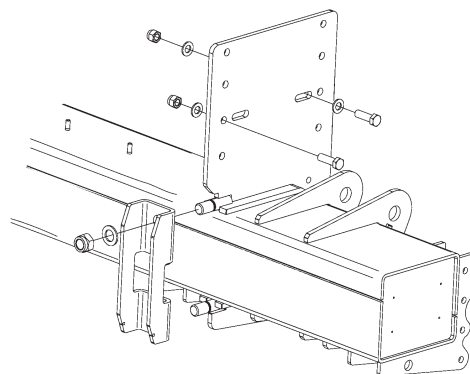

Bild 16. Montera U-profilen med tillhörande brickor och muttrar
8. Montera U-profilen med tillhörande brickor och muttrar utan att dra åt dessa. Skruva på muttrarna växelvis till dess att U-profilen ligger rakt an mot stommen, se Bild 16